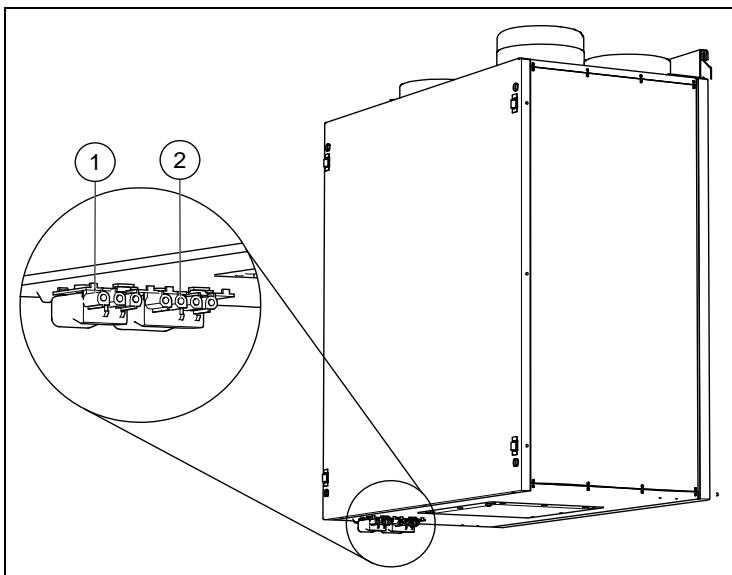

Fig. 10
Den 3-poliga kontakten (pos.1, **fig.10**) används till belysningen på spiskåpan och den 4-poliga kontakten används till regleringens styrsignal. Om spiskåpa ej används och hastighetsregleringen styrs med en extern reglering så används inte den 3-poliga kontakten. Se också medföljande kopplingsschema.